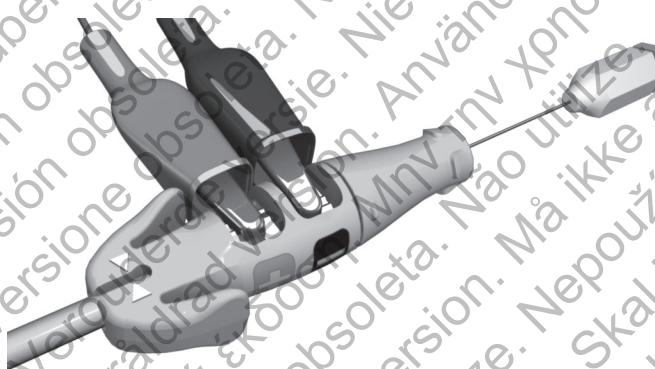

Figura 8. Pinzas del PSA conectadas a la herramienta de conexión
- Coloque las pinzas de cocodrilo del cable del PSA al contacto tipo muelle del cátodo (-) y el contacto tipo muelle del ánodo (+) de la herramienta de conexión. El uso de la herramienta de conexión impedirá que las pinzas de cocodrilo dañen el extremo terminal del conector y evitará el puenteo entre los contactos del terminal. Sujete bien las pinzas de cocodrilo en los contactos tipo muelle del cátodo y del ánodo para que las mediciones básales no sean imprecisas (Figura 8 en la página 21).